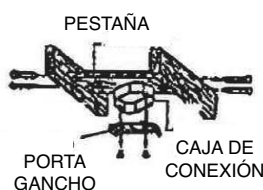

FIGURA 1
1. Mediante dos tornillos, fije el gancho al aparato tal y como se muestra en la Figura 1.